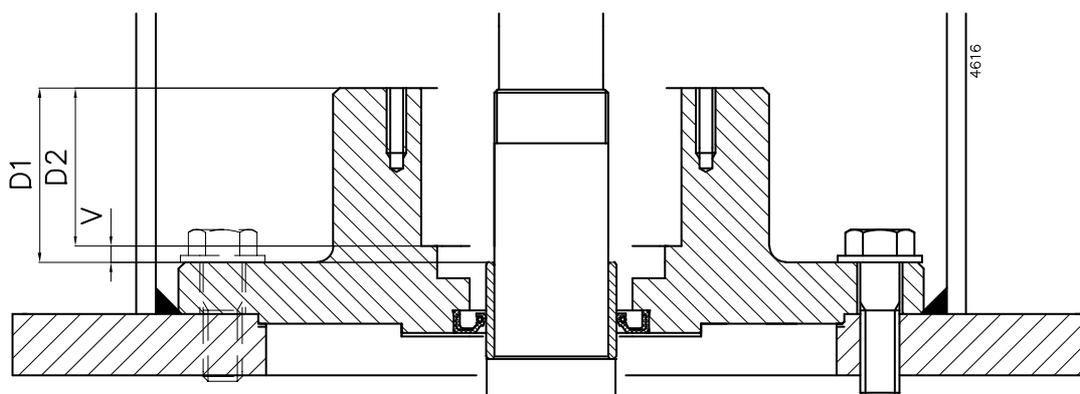

Рисунок 14. Определение толщины регулировочных колец
- 3 См. рисунок 14. Возьмите глубиномер и измерьте расстояние  $D1$  от верхнего среза корпуса подшипника до поверхности внутреннего кольца и расстояние  $D2$  от верхнего среза корпуса подшипника до посадочной поверхности гнезда шарикового подшипника. Компенсируйте зазор  $V$  установкой регулировочных шайб (6050).